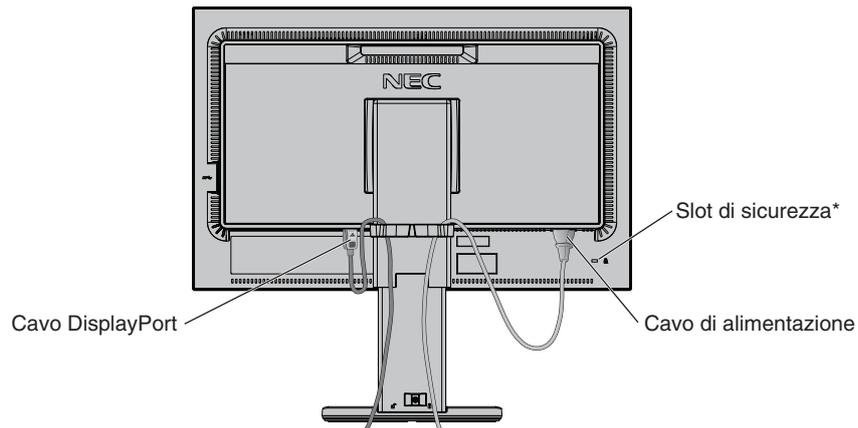
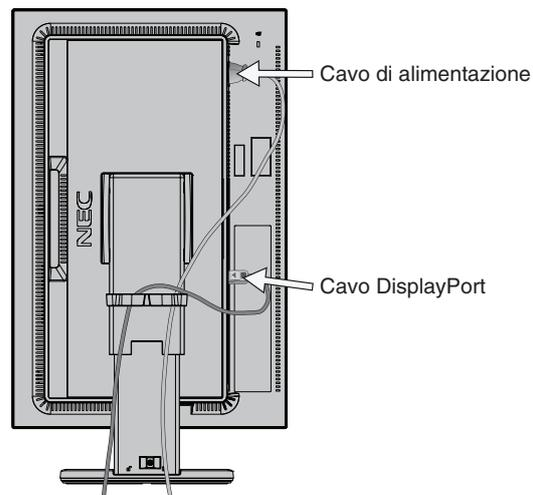

Figura C.2
Figura C.3
5. Posizionare i cavi nel fermacavo saldamente e in modo uniforme (**Figura C.2** e **Figura C.3**).